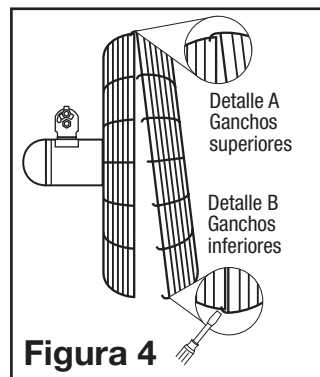

Figura 4
3. Sostenga la parrilla delantera de modo que el nombre, en el centro, esté al derecho y horizontal. Empezando en la parte superior: fije la parrilla delantera a la parrilla trasera deslizando los ganchos de alambre de la parrilla delantera sobre el anillo exterior de la parrilla trasera (Figura 4 / Detalle A). Será necesario usar un destornillador en los ganchos inferiores para terminar el armado. Párese detrás del ventilador. Deslice la punta plana del destornillador entre las parrilla delantera y parrilla trasera, junto a uno de los ganchos sin fijar (Figura 4 / Detalle A). Tire del mango del destornillador hacia arriba hacia la parrilla trasera. Empuje el gancho de la parrilla delantera para deslizarlo sobre el anillo exterior de la parrilla trasera. Repita el procedimiento con los ganchos restantes.